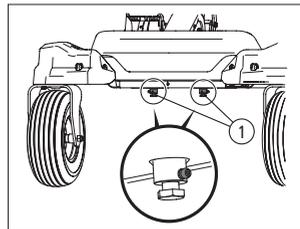

Fig. 24
Abaixo do chassi do equipamento há dois bicos (1) graxeiros para os suportes de direção/rotação. Lubrifique com graxa aplicada usando engraxadeira a 25 horas de operação, [Fig. 24, pág. 22].